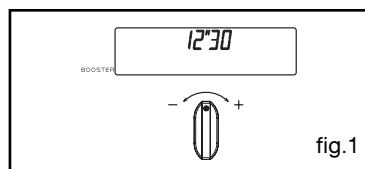

fig.1
- Choisissez le mode de cuisson souhaité et ajustez la température (fig.1).